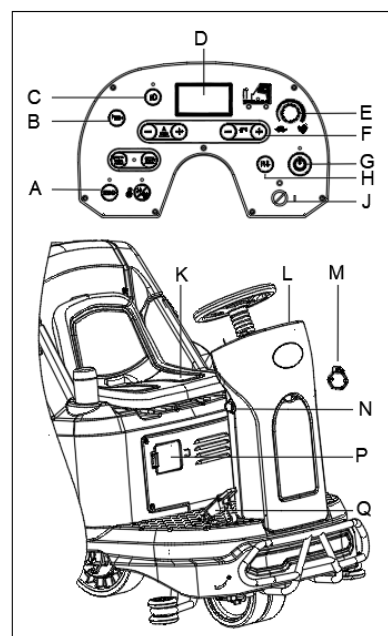

Figura 13
2. Sedersi sul sedile (K Figura 13), inserire la chiave di accensione (J, Figura 13) e portarla su "I". Controllare lo stato delle batterie dalla schermata del display. Se necessario, ricaricare le batterie (vedere la procedura nel capitolo Manutenzione).
La direzione avanti/indietro è controllabile tramite l'interruttore (H Figura 13). È possibile regolare la velocità tramite il regolatore (E Figura 13).
4. Premere il pulsante di avviamento unico (G, Figura 13) per avviare la macchina, il tergicore e le spazzole si abbassano automaticamente al pavimento e il motore di aspirazione inizia a funzionare.
5. Premere i pulsanti di regolazione del flusso della soluzione detergente (F, Figura 13) secondo necessità, in base al tipo di lavaggio da eseguire.
6. Abbassare il pedale dell'acceleratore (Q Figura 13) e iniziare la pulizia.
7. È possibile ricaricare il cellulare o il tablet tramite la porta di ricarica USB (M Figura 13) quando la chiave di accensione (J Figura 13) viene ruotata su "I".
8. Premere il clacson (B Figura 13) per allertare le persone, se necessario.
9. Se necessario, premere il pulsante di emergenza (N Figura 13) per l'arresto in emergenza della macchina.
10. Se necessario premere il pulsante delle luci anteriori (C Figura 13) per le zone buie o per avvertire i pedoni.
11. Se necessario, regolare il sedile (K Figura 13) ruotando verso destra la maniglia situata a destra del sedile, quindi far scorrere il sedile nella posizione corretta.
Il motore delle spazzole, il motore dell'aspirazione, il motore di trazione e del circuito di controllo sono protetti dalla protezione da sovraccarico (P Figura 13). Quando si attiva la protezione, non ripristinarla immediatamente senza aver trovato la causa del problema e assicurarsi che il motore si raffreddi prima del ripristino.
12. Rilasciando il pedale dell'acceleratore (Q Figura 13) la macchina interrompe il funzionamento.
13. Premere il pulsante di avviamento unico (G Figura 13) per arrestare le spazzole e il motore di aspirazione. Le spazzole e il tergicore si sollevano automaticamente dal pavimento. Il sistema di aspirazione si spegnerà entro pochi secondi.